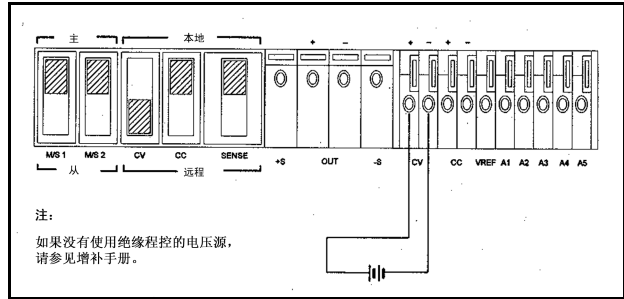

图 6，远程电压程控，恒定电压
**远程程控，恒定电压。**图 6 显示了用于输出电压时远程电压控制的后面板开关设置和端子连接。远程程控电压改变 1 Vdc，就会导致输出电压的改变（电压增益），如下：E3614A: 0.8 Vdc；E3615A: 2 Vdc，E3616A: 3.5 Vdc，E3617A: 6 Vdc